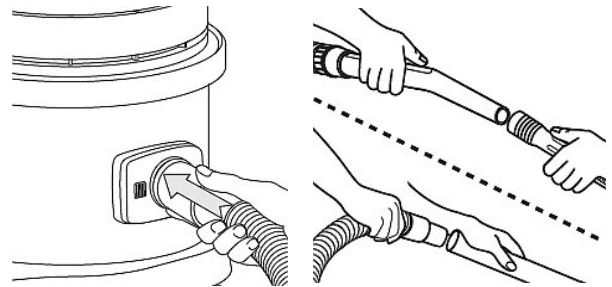

Abb. 10: Verbindung mit dem Schlauch
Schritt 2: Stecken Sie das Ende des Schlauchs in den dafür vorgesehenen Stutzen am Spezialsauger und verbinden Sie das andere Ende des Schlauchs mit der Verlängerung und der gewünschten Bodendüse (Abb.10)